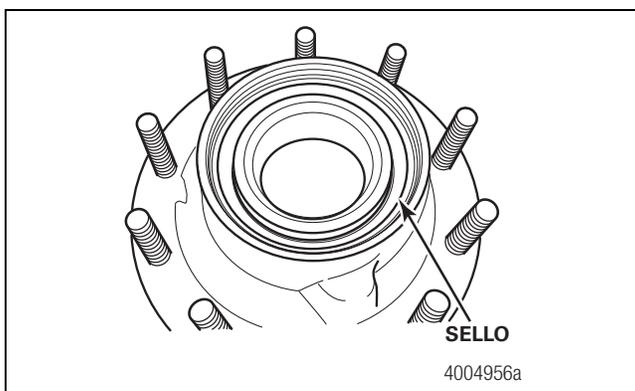

Figura 3.3
- La maza es un conjunto de una pieza que contiene baleros, sellos y lubricante a los cuales no se puede prestar servicio. Los sellos están ubicados en los lados interno y externo de la maza. Figura 3.3.